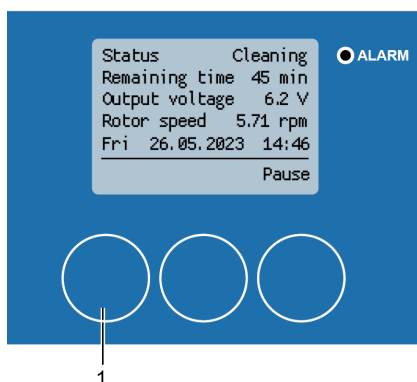

Figura 168: Reanudar el proceso de limpieza
1. Pulse [Reanudar] (Figura 168/1) para cancelar el proceso de limpieza.